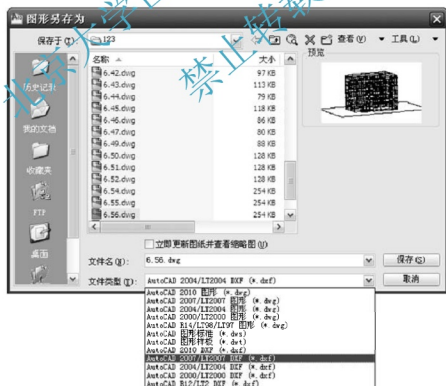

图 6.57 AutoCAD 保存的格式类型
(1) 选择菜单栏中的【视图】|【三维视图】|【西南等轴测】命令，使视图成为轴测视图。
(2) 选择菜单栏中的【文件】|【另存为】命令，打开【图形另存为】对话框，【文件类型】下拉列表中有 AutoCAD R12 到 AutoCAD 2007 四个版本的 DXF 格式，如图 6.57 所示。